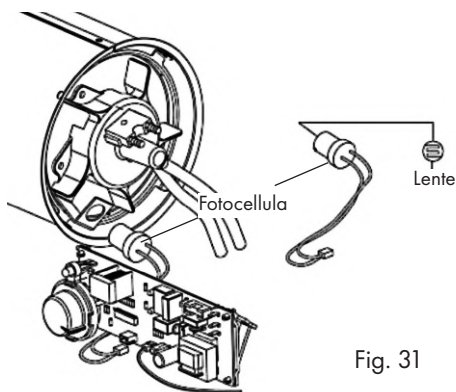

Fig. 31
- Per prima cosa rimuovere il coperchio superiore (2) e la presa d'aria (15) per accedere alla camera del bruciatore.
- Estrarre la fotocellula, vedere la Fig. 31